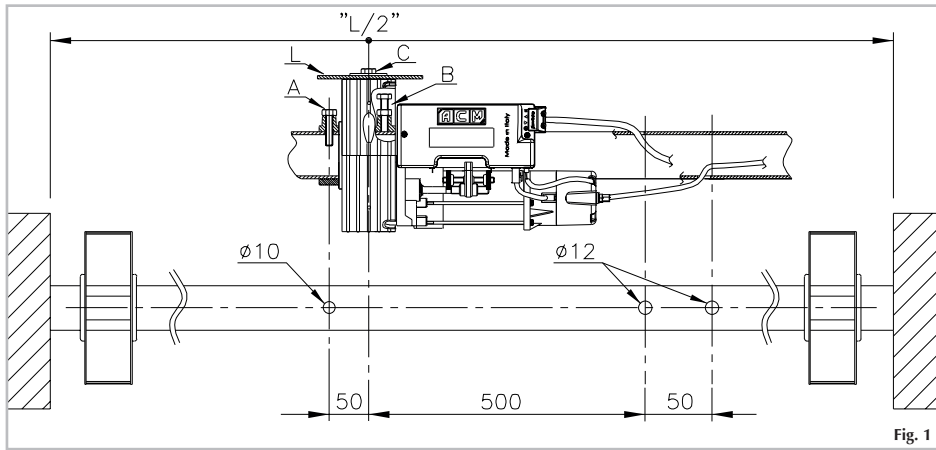
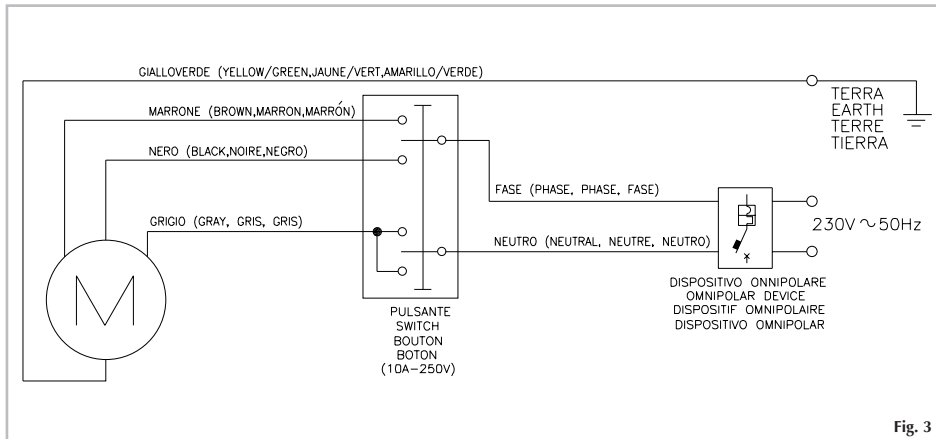
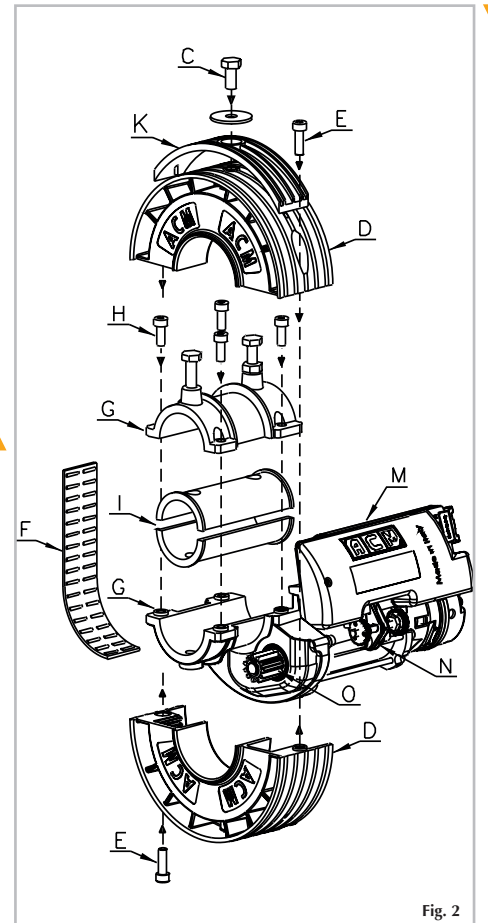

Fig. 1
Fig. 3
Fig. 2
- 2) Eseguire sull'albero della serranda le tre forature indicate nella fig.1.
- 3) Rimuovere la vite M10 (C) dalla corona del motoriduttore (vedi fig.2).
- 5) Togliere delicatamente la fascia a rulli (F) evitando piegamenti che causerebbero la fuoriuscita dei rullini (vedi fig.2).
- 6) Separare i due elementi del motoriduttore (G) svitando le quattro viti M8 (H).
- 13) Effettuare un foro di 12mm nell'ultimo elemento della serranda (L) in corrispondenza del foro filettato M10 già esistente sulla corona del motoriduttore.
- 14) Portare l'ultimo elemento della serranda sul motoriduttore e fissarlo mediante la vite M10 (C) con rondella (vedi fig. 1).
- 15) Eseguire i collegamenti elettrici mostrati in fig. 3 passando il cavo di alimentazione 4x1 mm in dotazione, all'interno dell'albero della serranda evitando qualsiasi contatto con le parti in movimento (fig.1). In presenza di motoriduttore con elettrofreno, inserire la guaina del freno all'interno dell'altro foro Ø12.
- 21) Nel caso di installazione contraria rispetto alla fig.1 agire in modo diverso a quanto descritto poiché il microinterruttore 2 fermerà la discesa mentre il microinterruttore 1 fermerà la salita.
- 2) Effectuer sur l'arbre du rideau les trois crevaisons comme indiqué en fig.1.
- 3) Déplacer la vis M10 (C) de la couronne du motoréducteur.
- 4) Démontez la couronne (D) en dévissant les deux vis M8 (E) comme indiqué en fig.2.
- 5) Enlever délicatement la bande en plastique avec roulements (F), en faisant très attention à éviter les pliages qui causeraient l'écoulement des roulements.
- 6) Séparer les deux éléments du motoréducteur en dévissant les quatre vis M8 (H).
- 7) Dans le cas où l'arbre du rideau est inférieur à 60mm tirer profit des appropriés manchons de réduction Ø33 / Ø42 / Ø48 (I) en leur donnant une position en rapport au trou d'un diamètre de 10mm effectué auparavant (Fig.1).
- 8) Accoupler sur le tube du rideau le corps inférieur avec le corps supérieur par les quatre vis M8 (H) enlevées précédemment.
- 9) Visser la vis M10 (A) privée de l'écrou hexagonal et la faire pénétrer à l'intérieur de la fibre du rideau dans le trou de 10mm (Fig.1).
- 10) Visser la vis M10 avec l'écrou (B) de manière à bloquer le motoréducteur sur l'arbre et serrer le susdit écrou.
- 11) Appliquer dans la plate appropriée la bande en plastic avec roulements (F).
- 12) Appliquer les demi couronnes (D) avec les deux vis M8. En présence de boîtes à ressorts diamètre 220 mm il est nécessaire de monter les adaptateur (K) (voir figure 2).
- 13) Effectuer un trou de 12mm dans le dernier élément du rideau (L), en correspondance du trou passémenté M10 déjà existant dans la couronne du moteur.
- 14) Fixer le dernier élément du rideau sur le moteur avec la vise M10 (C) et la rondelle (Fig.1).
- 15) Faire les connexions électriques comme indiqué en fig.3 en passant le cable 4x1 mm donné en dotation à l'intérieur de arbre du rideau tout en évitant tout contact avec les parties tournantes (Fig.1). En présence de moteur avec de l'électro-frein, introduire la gaine du frein à l'intérieur du second trou Ø12.
- 21) Dans le cas d'une installation contraire par rapport à la Fig.1, agir de manière inverse à ce qui a été décrit vu que le microinterrupteur 2 arrêtera la descente tandis que le microinterrupteur 1 arrêtera la montée.
- 2) Effect on the tube of the shutter 3 perforations as shown in figure 1.
- 3) Remove the M10 screw (C) from the crown of the gearmotor (see fig.2)
- 4) Remove the two semi-crown (D) unscrewing the two M8 screws (E) as shown in figure 2.
- 5) Carefully remove the plastic band with rolls (F) avoiding heavy folds that would cause the spillage of the rolls.
- 6) Separate the two elements of the gearmotor (G) unscrewing the four M8 screws (H).
- 7) In case the diameter of the tube is inferior to 60mm, use the reductions Ø33 / Ø42 / Ø48 (I) positioning them on the 10mm hole drilled previously (see figure 1).
- 8) Assemble on the tube of the shutter the two elements of the gearmotor (G) using the four M8 screws (H) removed before.